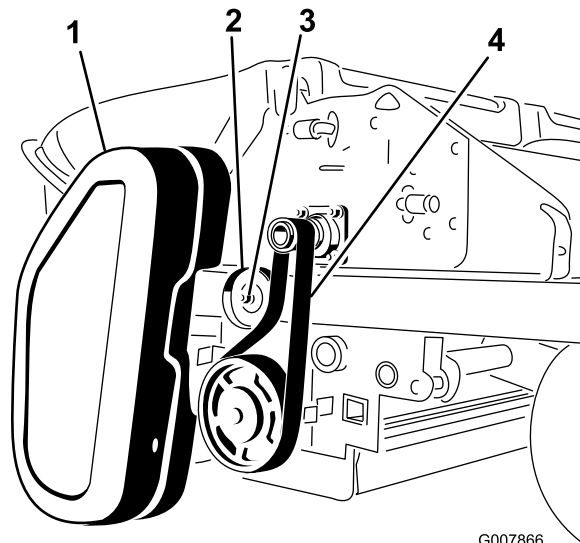

Figura 60
1. Togliete il paracinghia (Figura 60).
2. Allentate il dado sulla puleggia tendicinghia (Figura 60).
3. Fate fuoriuscire la cinghia dall'albero della tranciatrice e dalla puleggia della spazzola (Figura 60).